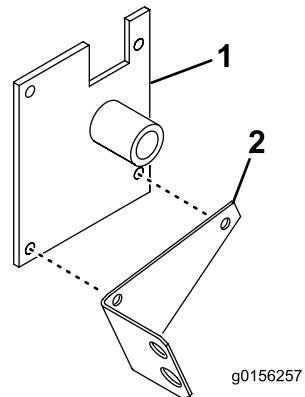

図 13
4. 右ホッパー取り付けブラケットの上部を機体の右側取り付けるボルト $3/8 \times 1$ インチ2本とロックワッシャ $3/8$ インチを使用する図13。ブラケットの切り欠きはフードラッチを逃がすための部分である。
5. ブラケットの下部とカップラブラケットをフレームに取り付けるボルト($3/8 \times 1$ インチ)2本とロックナットを使用する図13。